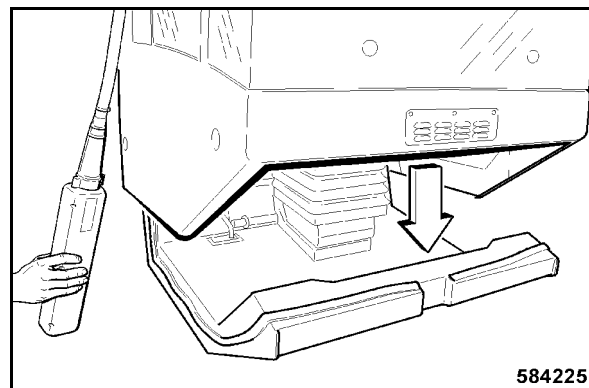

Fig. 209
- Poser la cabine verticalement et lentement sur le poste de conduite (Fig. 209).